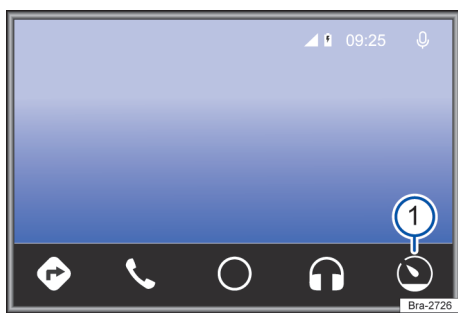

Fig. 125 Menú Android Auto™.
- Para operar Android Auto™, tocar el botón de función **Q**, → fig. 125 **1**.